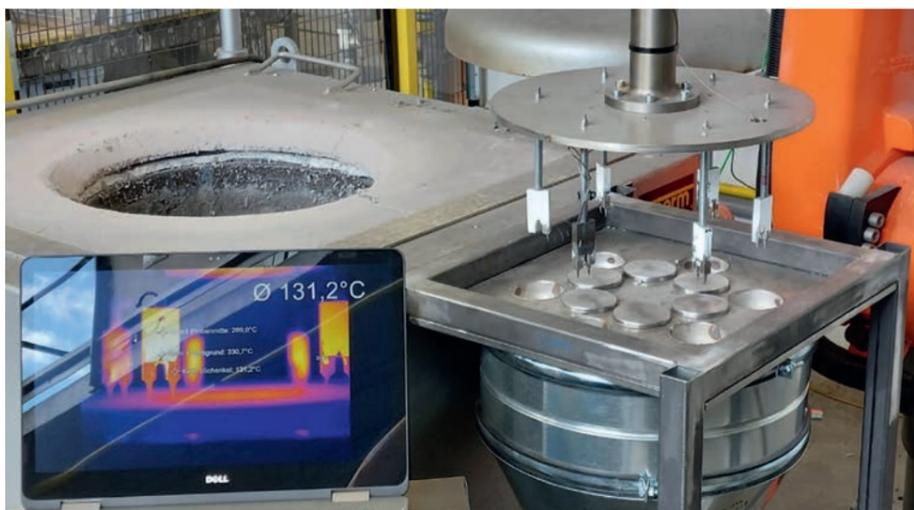

Abb. 3: Aufbau vom Thermowechselprüfstand mit Luftkühlung.
Die verschärften Versuchsbedingungen unter Luftkühlung, sind in Abb. 3 ersichtlich. Hierfür wurde eine höhere Abkühlrate für Luftkühlung mittels eines integrierten Sauggebläses realisiert. Die Proben werden nach dem Eintauchen in die Schmelze in diese Vorrichtung eingebracht, wodurch eine forcierte Abkühlung an Luft gewährleistet wird. Mit diesem Versuchsaufbau lassen sich praxisnahe Aussagen zur thermischen und mechanischen Beständigkeit verschiedener Beschichtungssysteme unter simulierten Betriebsbedingungen treffen.
Dank eines anwendungsorientierten Lösungsansatzes von SIGMA Engineering GmbH ist auch der thermische Einfluss der Formaufbereitung in SIGMASOFT abbildbar. Mit Ausnahme der Füll- und Erstarrungsphase im Druckgussprozess werden mit SIGMASOFT nun die essentiellsten 2K-Prozessabläufe simuliert. Auf der DG-Seite muss das Gussteil auf simulativer Ebene wie ein Einlegeteil behandelt werden. Infolgedessen ist es aus thermischer Sicht sinnvoll, den 1. Zyklus über MAGMASOFT mit abgestimmten Simulationseinstellungen auszuwerten. Dadurch können ausgewählte Temperaturentwertungen im sogenannten „Result Mapping“ von MAGMASOFT auf SIGMASOFT übertragen werden (Bild 3).
Bild 3: Bei der Ergebnisübertragung wurden bspw. für den Drehteller und den SG-Einleger die Ergebnisse am Ende des ersten Simulationszyklus übernommen (1 & 2). Für das Gussteil wurden die Ergebnisse am Ende der ersten Füllphase verwendet (3). © SWD